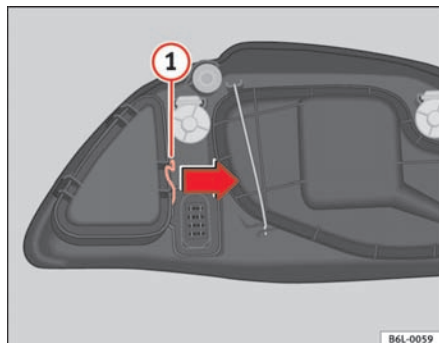

Fig. 148 Blinklys
- Fjern bøjlerne ① ⇒ fig. 148 i pilens retning, og tag afdækningen af.